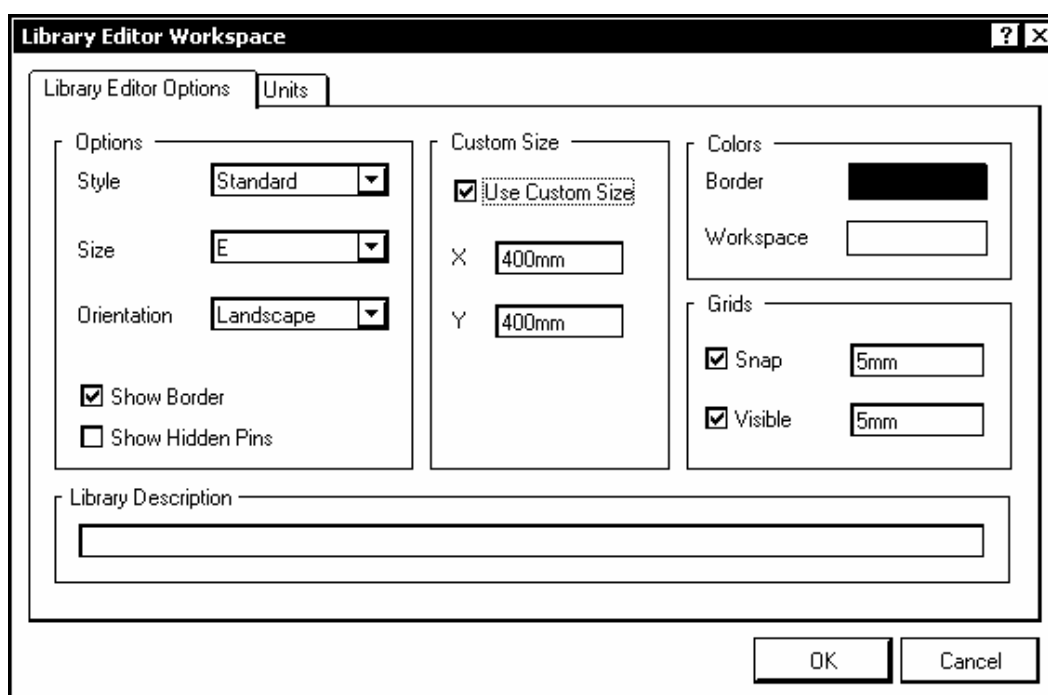

Рис. 3.1
3. Активизировать команду главного меню Tools>>Document Options и настроить в диалоговом окне Library Editor Workspace (рис. 3.1) основные элементы рабочего пространства редактора библиотек: